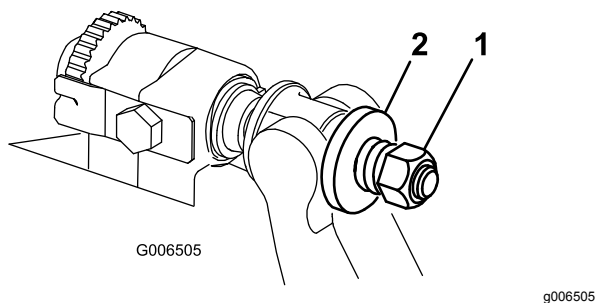

Figura 32
4. Aperte a porca da mola tensora até que a mola fique recolhida; em seguida, desaperte meia volta (Figura 32).
10. Aperte a porca em cada conjunto de ajustador da barra de apoio até que a mola de compressão esteja totalmente comprimida e, em seguida, desaperte a porca 1/2 volta (Figura 32).